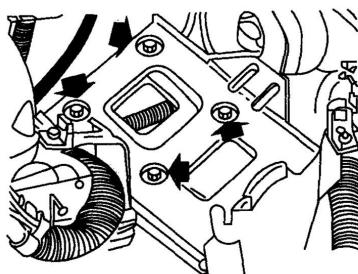
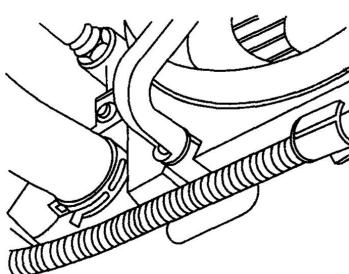

图 1-8 蓄电池支架的拆卸
图 1-9 拔下散热器的下水管
- (1) 打开点火开关，检查车上是否装有编码的收音机，如有则查取防盗密码。音箱防盗密码可通过询问车主索取。
- (2) 断开电动汽油泵的保险丝，起动发动机运转至自动熄火，卸掉燃油系统压力。
- (3) 在点火开关切断的情况下拆下蓄电池搭铁线，拆下蓄电池，注意先向外拉出后再取下。
- (4) 旋松蓄电池支架紧固螺栓，拆下蓄电池支架，如图 1-8 所示。
- (5) 在发动机下放置一个收集盘，旋开冷却液储液罐盖。
- (6) 如图 1-9 所示，松开散热器下水管夹箍，拔下散热器的下水管，放出冷却液。所抽取的冷却液必须用干净的容器予以收集，用于处理或再使用。